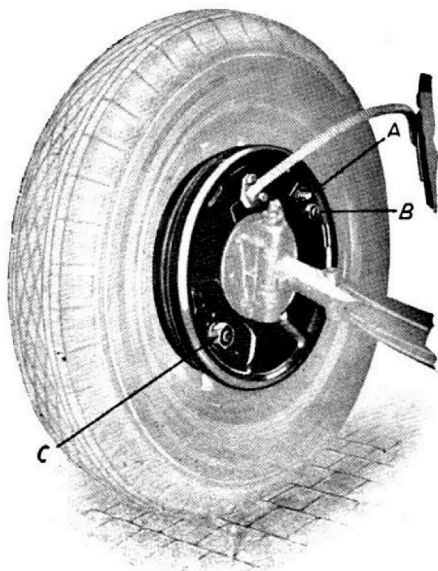

Figure 1
a) Tourner le méplat de réglage "A" de chaque frein dans le sens des aiguilles d'une montre jusqu'au blocage (fig. 1).
- a) Desserrer l'écrou six pans du centreur "B" (fig. 1) jusqu'à ce qu'il quitte le contact de la rondelle grower.